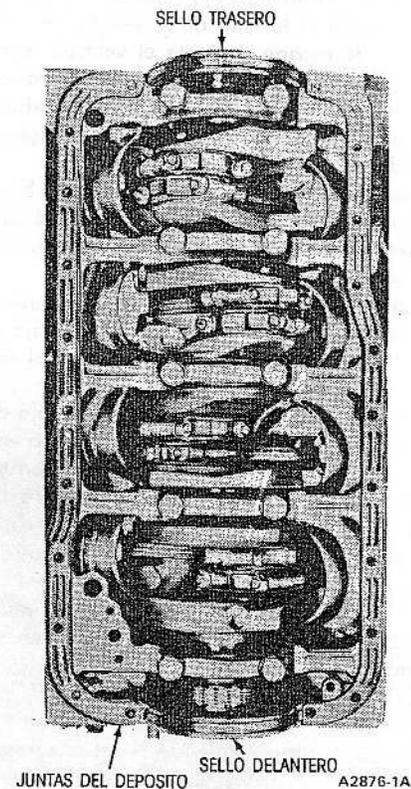

Fig. 36. Instalación de Juntas y Sello del Depósito
2. Ponga nuevas juntas en el depósito y nuevos sellos en el Bloque de cilindros (Fig. 36).
8. Instale el sello inferior en la tapa de cojinete principal trasero, con el rebajo del sello hacia el FRENTE del motor (Fig. 36). Deje que el sello sobresalga aproximadamente 3/8" por encima de la superficie divisoria para que acomple con el sello superior al instalar la tapa.